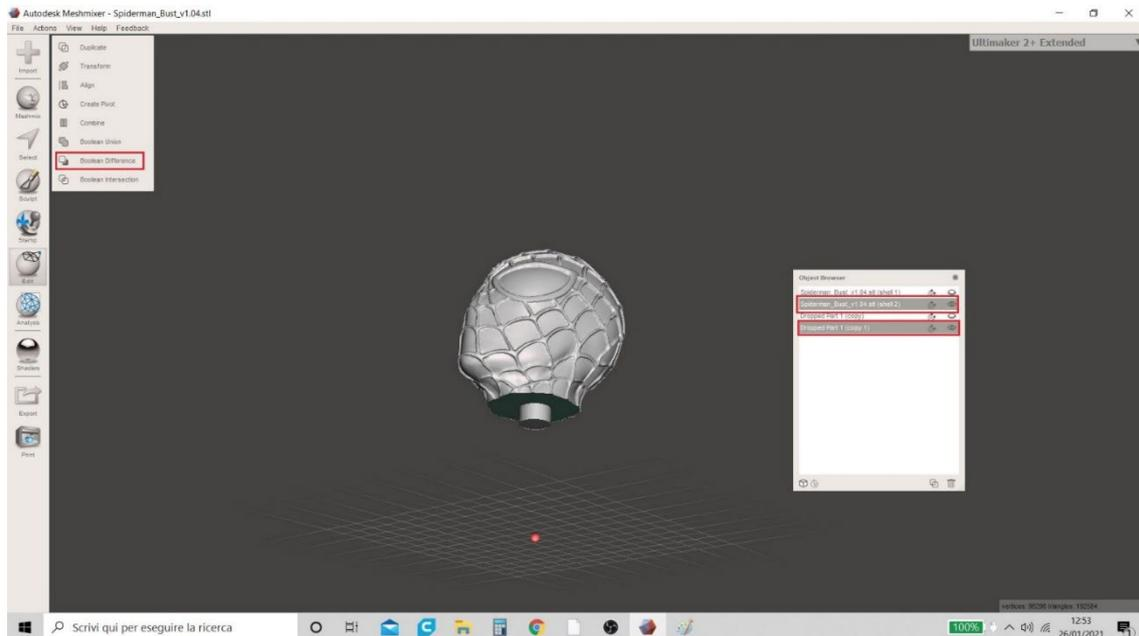

Figura 20 Meshmixer
13. Seleccione los dos modelos al mismo tiempo (manteniendo presionada la tecla "Mayús") y en el menú "Editar" haga clic nuevamente en la función "Diferencia booleana" (Figura 20 Meshmixer).